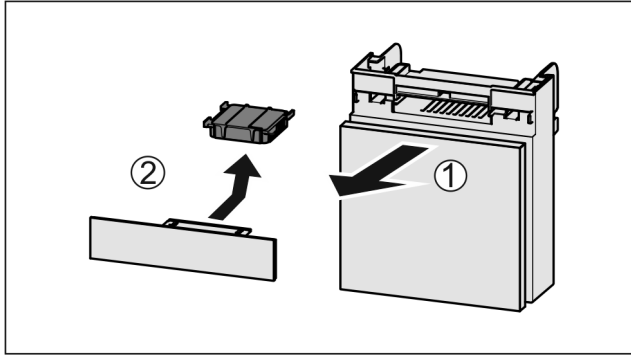

Fig. 111
- ▶ Издърпайте Fig. 111 (1) напред от отделениято.
- ▶ Извадете Fig. 111 (2) филтъра с активен въглен.